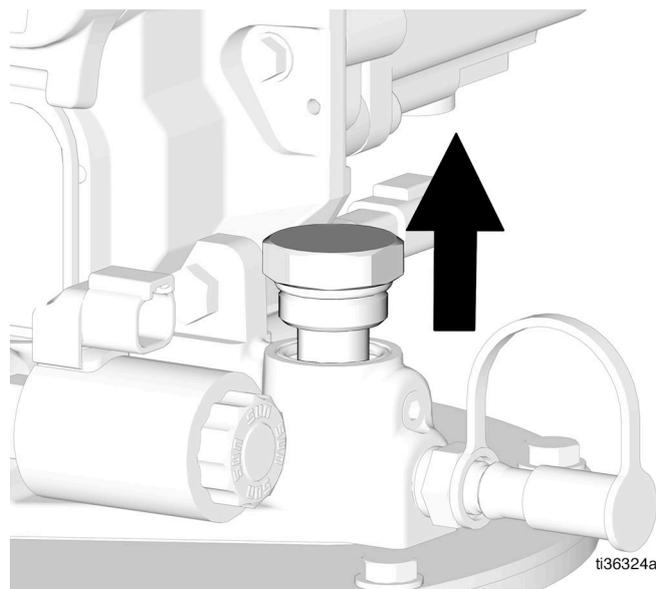
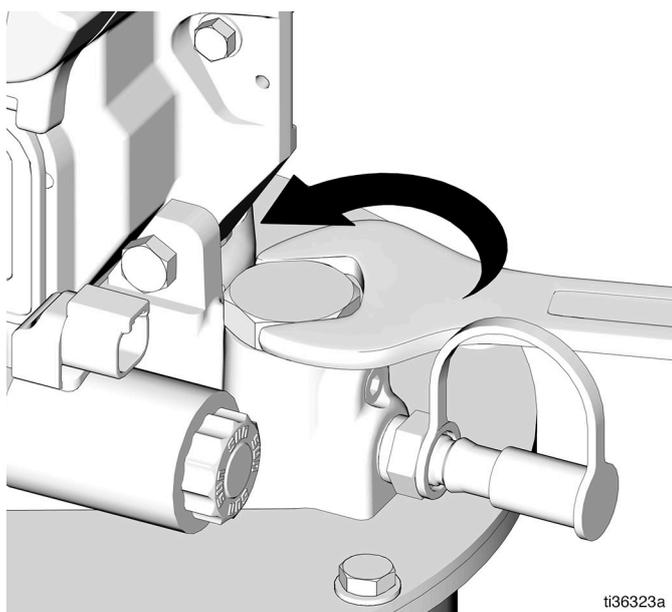

Рис. 5
Рис. 4
4. Ослабьте и отсоедините заглушку защиты от переполнения Compact Dyna-Star. Утилизируйте заглушку в соответствии с местными нормативными требованиями (Рис. 4 и Рис. 5).